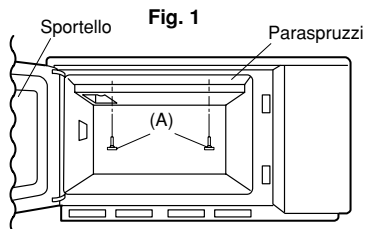

Fig. 1
1. Togliete le viti con testa ad alette (A), come mostrato nella Fig. 1
2. Fissate il paraspruzzi sul soffitto del forno con due viti con testa ad alette (A), come mostrato nella Fig. 1